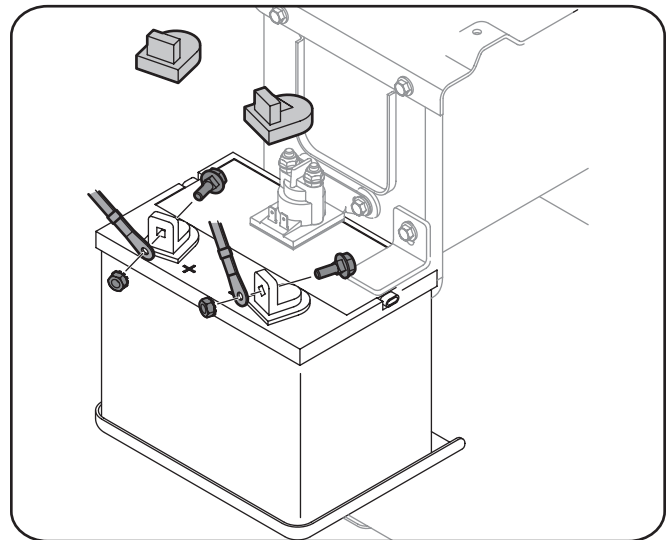

Figura 3-12
2. Retire la tapa de plástico, si está presente, desde el terminal positivo de la batería y conecte el cable rojo al terminal positiva (+) de la batería con uno de los pernos y las tuercas hexagonales, retiradas, utilizando una llave de 7/16 de pulgada y el zócalo. Vea la figura 3-12.
3. Retire la tapa de plástico, si está presente, desde el terminal negativo de la batería y conecte el cable negro al terminal negativo de la batería (-) con el restante perno y la tuerca hexagonal. Vea la figura 3-12.